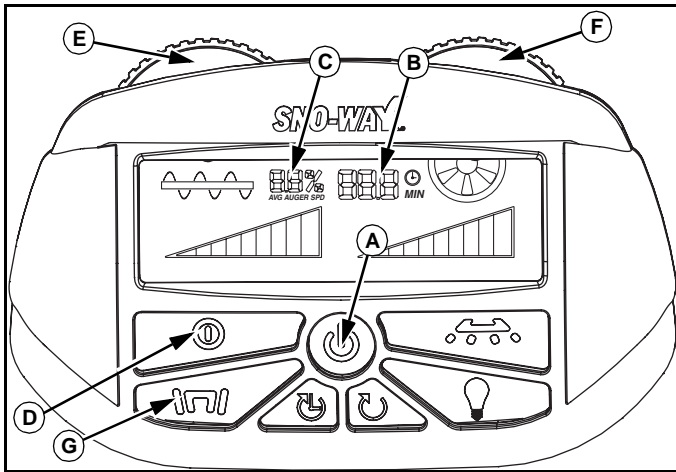

Abb. 1-24
1. Zur Bedienung des Streuers, die Ein-/Aus-Taste (A) 2 bis 3 Sekunden lang drücken. Es sollte ein Piepton zu hören sein und der Bildschirm leuchtet auf. (Siehe Abb. 1-24.)